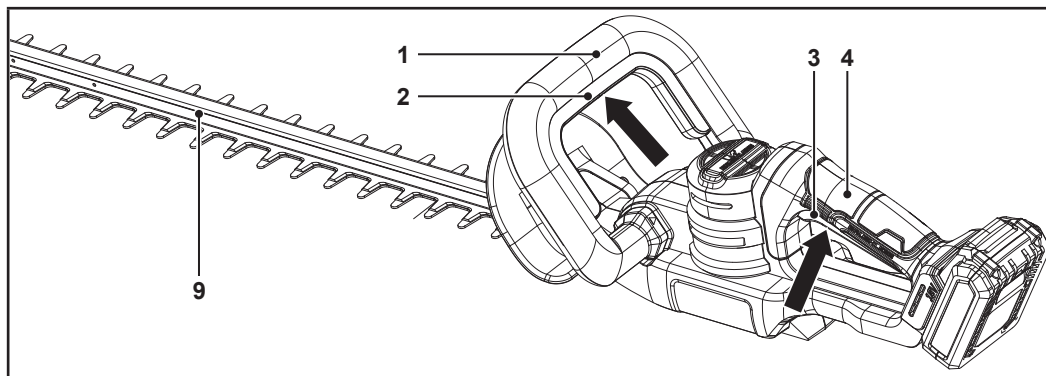

Fig. 5
Interrupteur de sécurité (2), interrupteur Marche/Arrêt (3) : tenir correctement la machine avec les deux mains au niveau de la poignée avant (1) et de la poignée arrière (4). La machine ne peut fonctionner que si les deux interrupteurs (2, 3) sont enfoncés simultanément (Fig. 5). Si l'un des interrupteurs est relâché, la machine s'arrête immédiatement.
REMARQUE : La machine ne peut fonctionner que si les deux interrupteurs (2, 3) sont enfoncés simultanément (Fig. 5). Si l'un des interrupteurs est relâché, la machine s'arrête immédiatement.
1. Tenir correctement la machine avec les deux mains au niveau de la poignée avant (1) et de la poignée arrière (4) (Fig. 5).
2. Appuyer de manière prolongée sur l'interrupteur de sécurité (2) (Fig. 5).
3. Appuyer de manière prolongée sur l'interrupteur Marche/Arrêt (3) (Fig. 5).